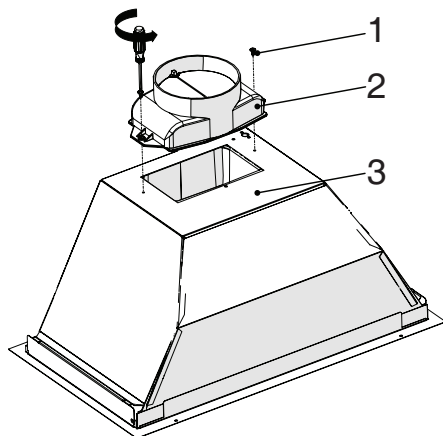

Рис. 3
- Прикрутите пластиковый воздуховод из упаковки к корпусу прибора с помощью 2 винтов 3,5 x 9,5. Следите, что он не терся о поверхность. (Рис. 3)